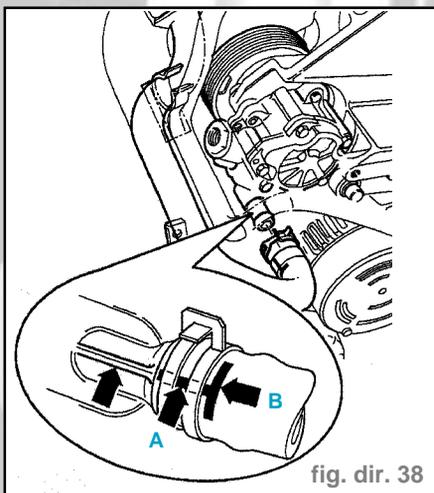

fig. dir. 38
- Monter le collier à lame-ressort et le flexible d'aspiration comme montré sur la figure (fig. dir. 38).
- Le repère longitudinal (A) du flexible d'aspiration doit s'aligner avec la ligne de moule sur la pompe.
- Monter le collier à lame-ressort au maximum jusqu'au repère transversal (B).